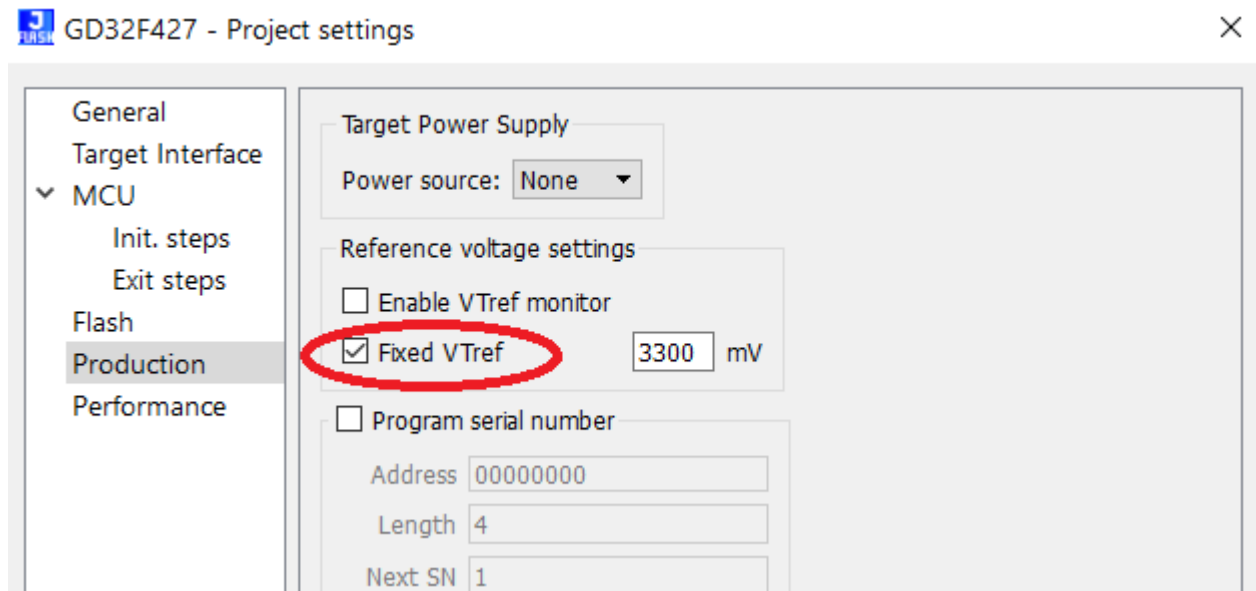

Рисунок 6
8) Выбрать «Options» → «Project settings» → «Production», установить флаг «Fixed VRef», нажать «ОК», см. Рисунок 6.